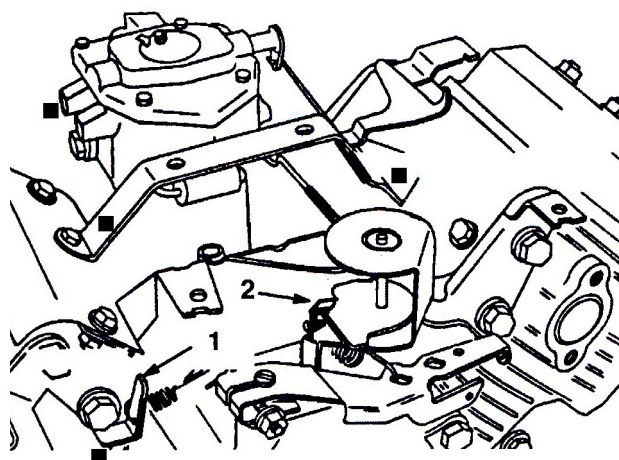

図 38
3. 調速アイドル・スプリング・アンカーの耳 (図38) を曲げて 1625 ± 50 rpm に調整する。タコメータで速度を確認のこと。
5. スロットル・コントロールを FAST 位置とする。高速アイドル・スプリング・アンカー (図38) の耳を曲げて、 2850 ± 50 rpm. となるように調整する。